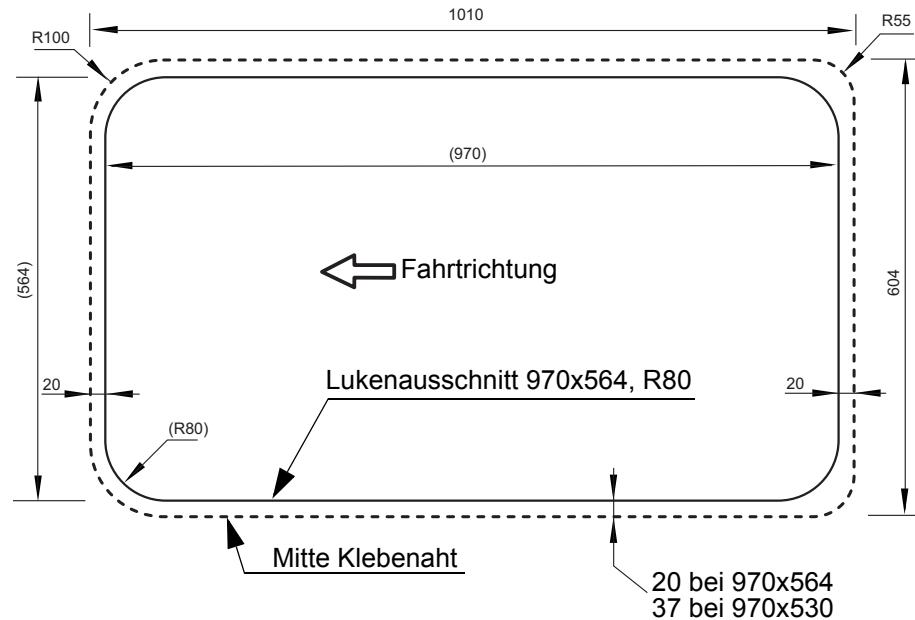

Abb. 4.6
- Grundwanne und Dachhaut im Klebebereich aufrauhen analog der Klebenahrt (Abb. 4.6 und 4.10), mit Sika-Cleaner reinigen und mit Sika-Primer vorbehandeln (Produkthinweise beachten).